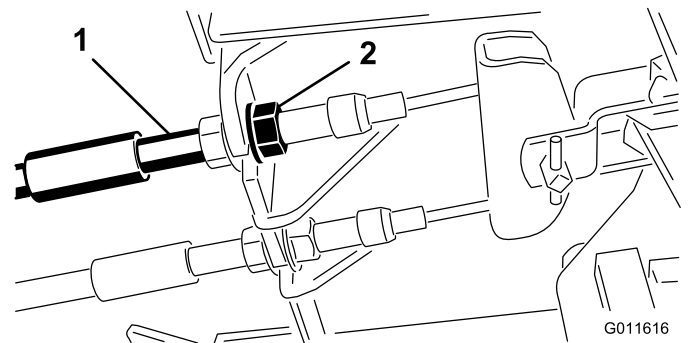

Figura 67
1. Per ridurre il gioco dei pedali del freno, stringete i freno allentando il dado anteriore sull'estremità filettata del cavo del freno (Figura 67).